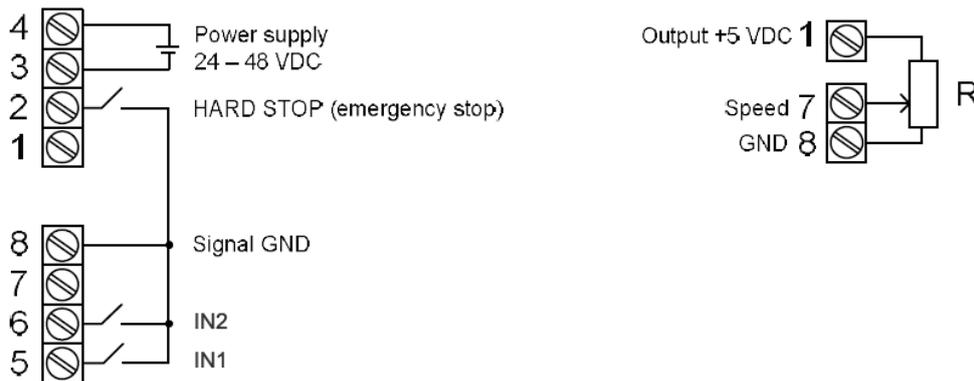

Fig.3. Conexión de la fuente de alimentación y elementos de control externos
2. Conecte los elementos de control externos de acuerdo con los esquemas del diagrama de conexión en la fig. 3: